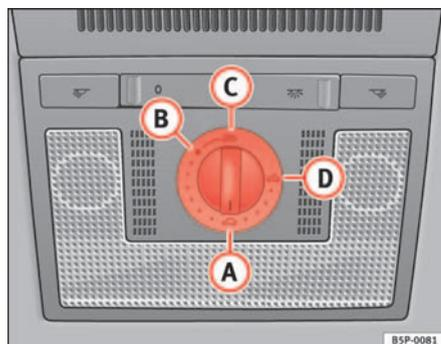

Fig. 71 Détail du ciel de pavillon : commande rotative du toit ouvrant coulissant/relevable
- Tournez la commande rotative en position **A** ⇒ fig. 71 ⇒ ⚠.